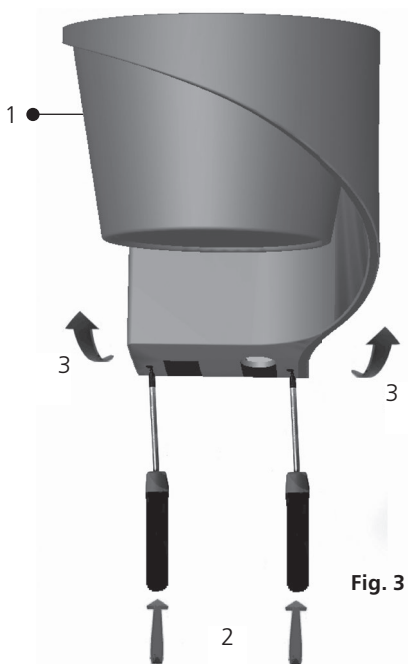

Fig. 3
1. Resserrer et retirer le couvercle frontal (voir fig. 3).